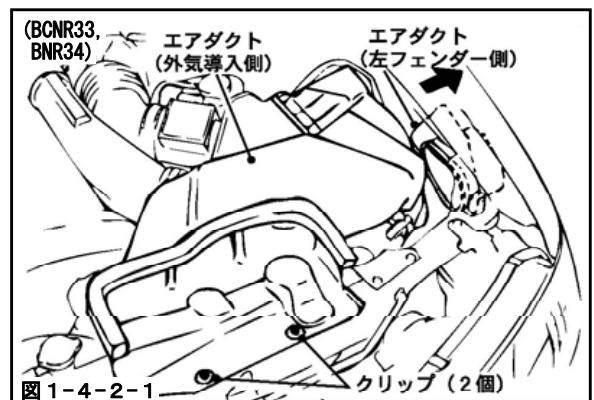

図1-4-2-1
- (2) エアクリーナケースを取出しやすくするため、エアダクト(左フェンダー内)を矢印の方向に押ししてください。(図1-4-2-1)
- (3) 再ボルト(2本)を取外してください。(図1-4-2-2)